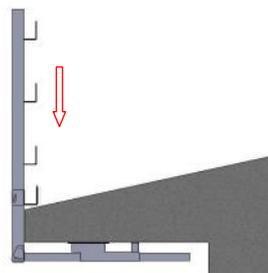

fig. 6
- Installare quindi la parte verticale del montante fissandola nella posizione corretta in modo che il parapetto una volta in opera sia il più verticale possibile o comunque entro la tolleranza imposta dalla norma di +/- 15° rispetto la verticale (fig. 3 a pag. 4 e fig. 6 a pag. 9)
- Posizionare la staffa ad "L" inferiore aderente alla superficie di lavoro o comunque nella posizione più bassa possibile (fig.6 a pag 9) e quindi bloccarla, facendo scorrere la vite in dotazione verso il basso all'interno dell'asola ;